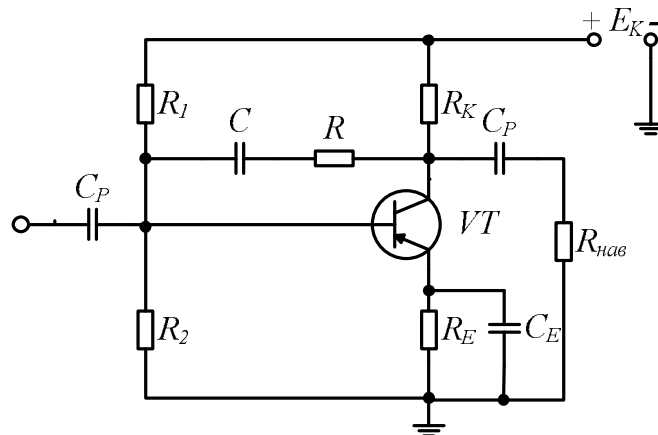

Рис. 12.10
**12.42.** На рис. 12.10 наведена схема підсилювача, охопленого колом негативного зворотного зв'язку. Як визначити коефіцієнт зворотного зв'язку?
**12.44.** З яких співвідношень необхідно вибирати ємність конденсатора  $C$  у схемі (рис. 12.10), щоб коефіцієнт негативного зворотного зв'язку був однаковим для всіх частот спектра вхідного сигналу?